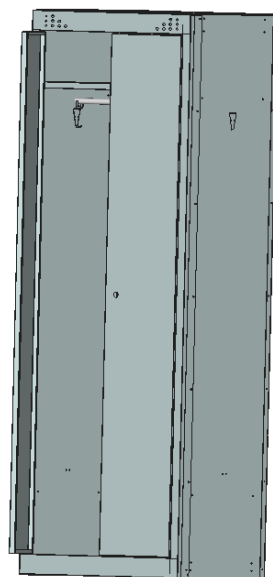

Рис. 10
8. Установить замки почтовые.( рис. 10)